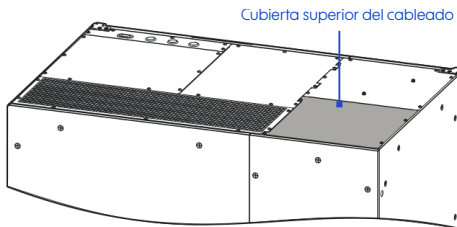

Figura 3-27 Ubicación de la cubierta superior del cableado del UPS-IND HF 13500 y 13600
2. Utilice el desarmador para desenroscar los tornillos de fijación de la cubierta superior del cableado (como se muestra en la figura 3-27).